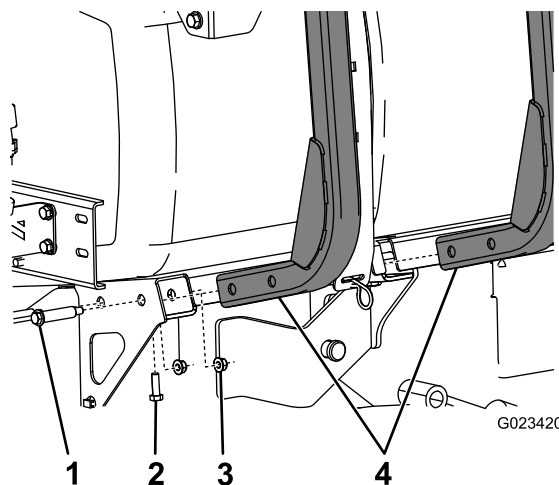

Figure 2
2. Fixez le dessous des cadres de dévidoir à la machine au moyen de 2 boulons (5/16 po) et 2 contre-écrous (Figure 2).
1. Fixez les 2 cadres de dévidoir sur le côté de la machine au moyen de 4 boulons à épaulement et de 4 écrous à embase (5/16 po), comme montré à la Figure 2.